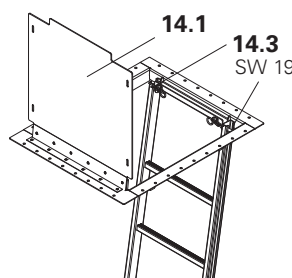

Fig. B1.51a
2. Fixar a escada ao alçapão dos dois lados a partir do topo, parafusos M12 x 40 (14.3). (Fig. B1.51a)